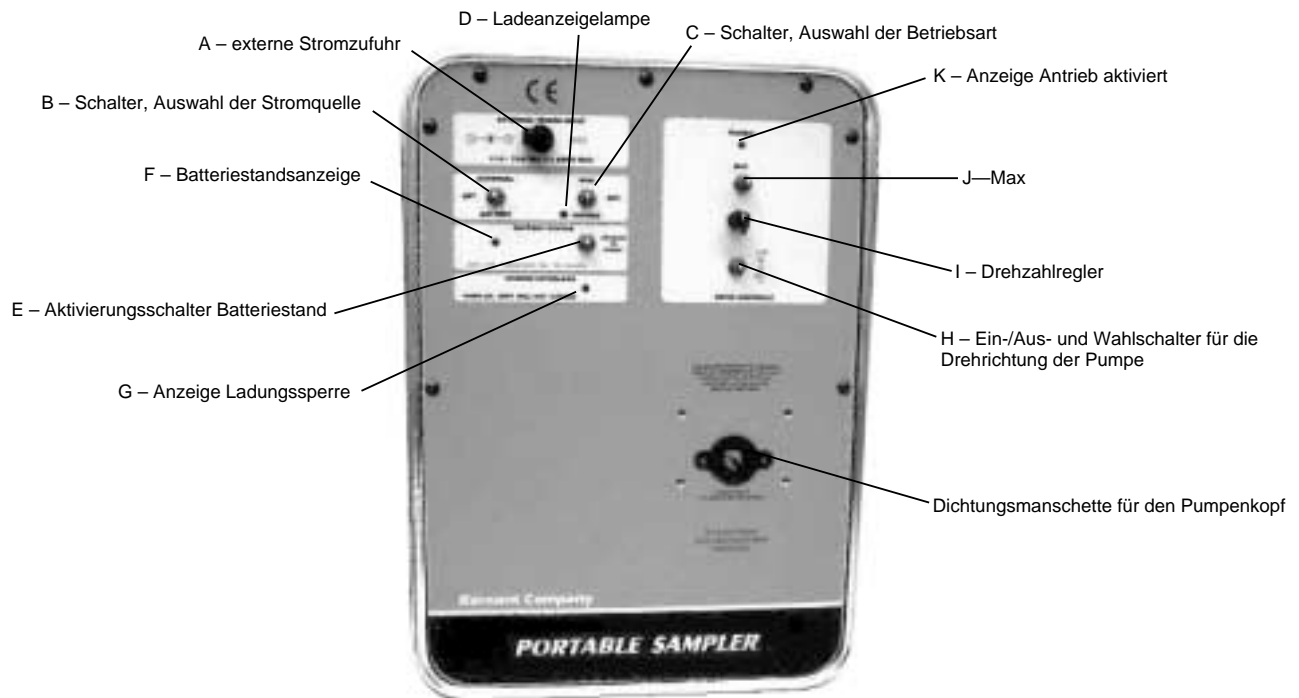

ABBILDUNG 1 BEDIENFELD
- A. Die mitgelieferte Wechselstrom-Gleichstromversorgung mit Umrichter an den Antrieb anschließen. Hierzu die Abdeckung für die Steckbuchse **EXTERNAL POWER INPUT (EXTERNE STROMZUFUHR) (A)** anheben und den 2,5 mm Koaxialnetzsteckverbinder in die Buchse stecken. (Siehe Abbildung 1.)
- Mit dem **Ein-/Aus- und Wahlschalter für die Pumpendrehrichtung (H)** entweder **IM UHRZEIGERSINN** (Rechtspfeil) oder **ENTGEGEN DEM UHRZEIGERSINN** (Linkspfeil) wählen. (Siehe Abbildung 1.) (Bei einem Richtungswechsel erst den Strom abschalten, d.h. den Wahlschalter für die Drehrichtung auf die mittlere, bzw. **OFF- (Aus)** Stellung stellen.)
- Die **Durchflussrate der Pumpe** mit dem 1-Gang-**Drehzahlregler (I)** einstellen. Zur Erhöhung der Durchflussrate den Knopf **IM UHRZEIGERSINN** drehen, zur Verringerung der Durchflussrate den Knopf **ENTGEGEN DEM UHRZEIGERSINN** drehen.
- Die mitgelieferte Wechselstrom-Gleichstromversorgung mit Umrichter an den Antrieb anschließen. Hierzu die Abdeckung für die Steckbuchse **EXTERNAL POWER INPUT (EXTERNE STROMZUFUHR) (A)** anheben und den 2,5 mm Koaxialnetzsteckverbinder in die Buchse stecken. (Siehe Abbildung 1.)
- Mit dem Ein-/Aus- und Wahlschalter für die Pumpendrehrichtung **(H)** entweder **IM UHRZEIGERSINN** (Rechtspfeil) oder **ENTGEGEN DEM UHRZEIGERSINN** (Linkspfeil) wählen. (Siehe Abbildung 1.) (Bei einem Richtungswechsel erst den Strom abschalten, d.h. den Wahlschalter für die Drehrichtung auf die mittlere, bzw. **OFF-** (Aus) Stellung stellen.)
- A. Die mitgelieferte Wechselstrom-Gleichstromversorgung mit Umrichter anschließen. Hierzu die Abdeckung für die Steckbuchse **EXTERNAL POWER INPUT (externe Stromzufuhr) (A)** anheben und den 2,5 mm Koaxialnetzsteckverbinder in die Buchse stecken. (Siehe Abbildung 1.)
- C. Den Schalter **CHARGE/RUN (LADEN/BETRIEB)** für die Auswahl der Betriebsart (C) auf **CHARGE** stellen.